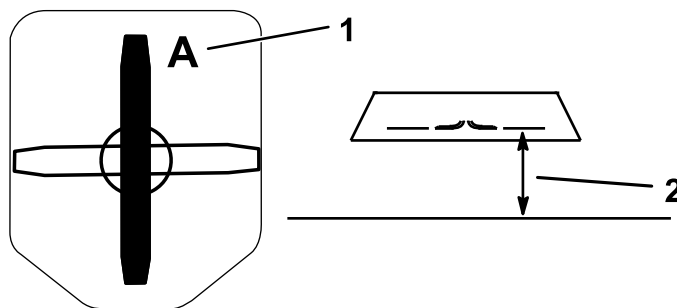

Figura 37
2. Mida desde una superficie nivelada hasta el filo de corte, posición A, de la cuchilla (Figura 37).